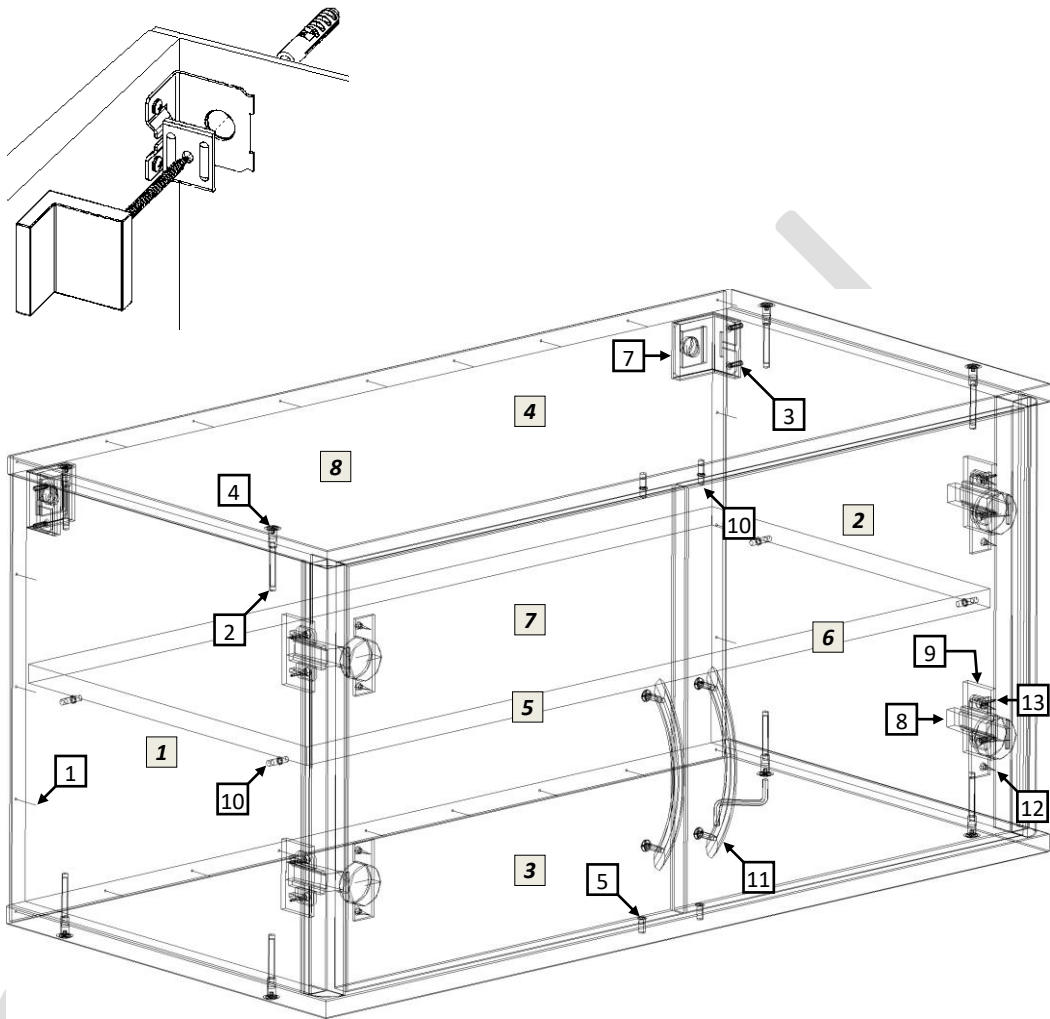

рис.1
- 4.1 Распаковав шкаф, внимательно ознакомьтесь со схемой сборки, изображённой на рис.1. Согласно комплектующей ведомости и позициям на схеме определите расположение деталей в изделии и порядок их сборки. Сборка производится на ровном полу, укрытом материалом, предотвращающим повреждение покрытия пола и деталей мебели. Подготовьте необходимые для сборки инструменты – плоскую и крестовую отвёртки, молоток, рулетку или линейку, шуруповёрт.